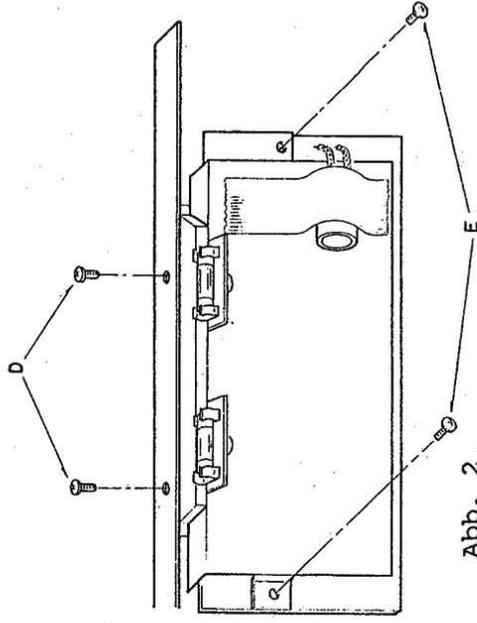

Abb. 2
6) Drehen Sie zwei Befestigungsschrauben heraus und nehmen Sie die Lampe auseinander (in Abb. 2 mit D gekennzeichnet).
7) Nehmen Sie für den Abbau der Frequenz-Leiterplatte zwei Befestigungsschrauben heraus (in Abb. 2 mit E gekennzeichnet).